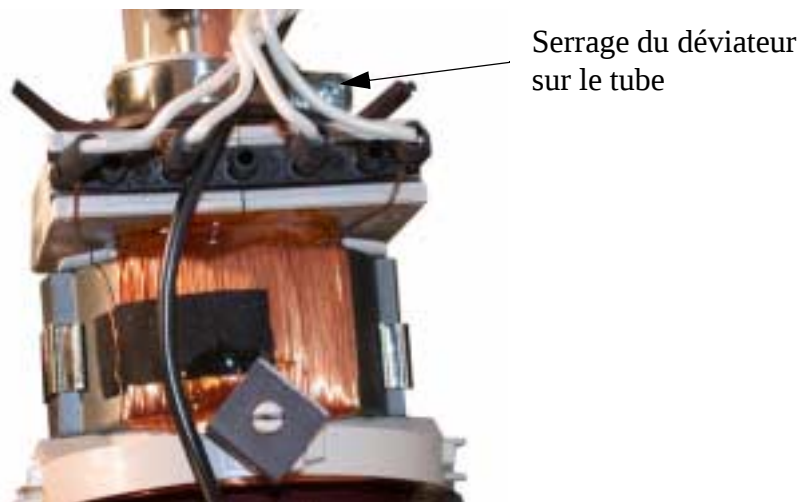

Figure 1.9 : Fixation du déviateur sur le tube
- Desserrer la vis de serrage du déviateur sur le tube et l'extraire (figure 1.9).